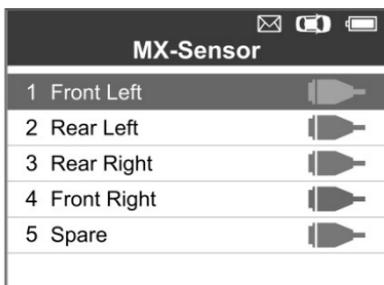
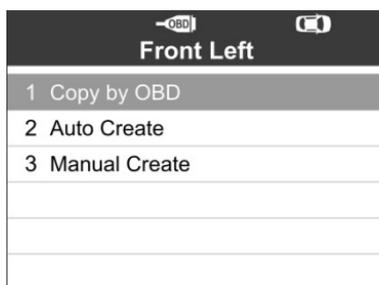

Figura 5.20
Figura 5.21
- 1) Seguire i passaggi da 1 a 7 della sezione **5.1 Creazione automatica** per selezionare il **sensore MX** per accedere alla funzione Programmazione. Il contrassegno OBD viene visualizzato sulla parte destra della schermata. (Figura 5.20) Dopo aver selezionato la ruota specifica e aver premuto il pulsante **S**, l'opzione "Copia via OBD" diventa disponibile nel menu funzione, (Figura 5.21)